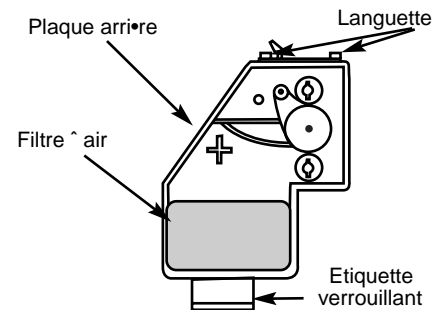

Fig. 49
7. Réinstallez la couverture du filtre à air. Placez les fentes au-dessus de la couverture du filtre à air sur les languettes au-dessus de la plaque arrière (Fig. 49).